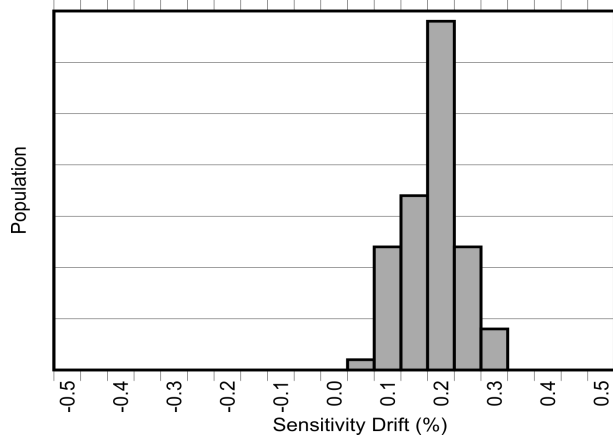
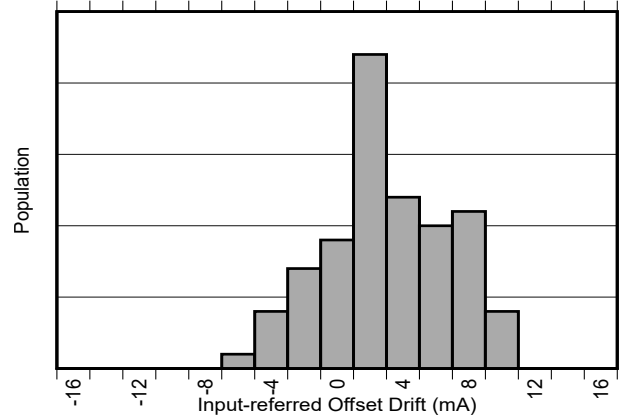

图 8-3. AEC-Q100 高温工作寿命应力测试后的灵敏度误差漂移
图 8-4. AEC-Q100 高温工作寿命应力测试后的以输入为基准的失调漂移
除了较大的热漂移之外，典型的磁性电流传感器由于在器件的寿命内老化，其灵敏度还会出现 2% 到 3% 的额外漂移。TMCS1126 中用于降低温度漂移的相同专有补偿技术也用于大大降低由于应力和环境条件（尤其是在较高的运行温度下）引起的老化而导致的寿命漂移。如 电气特性 所示，TMCS1126 具有行业出色的寿命灵敏度漂移，这是在标准三批 AEC-Q100 认证期间，在 130°C 和 85% 相对湿度 (RH) 下进行高加速应力测试 (HAST) 后实现的。在按照 AEC-Q100 认证规定进行 1000 小时、125°C 高温工作寿命应力测试后，还观察到 电气特性 中规定的界限内的低灵敏度和温漂。这些测试模拟了器件在使用寿命期间的典型运行情况，表明与典型的磁性电流传感器相比，由于老化导致的器件性能变化得到了极大的改善。图 8-3 和图 8-4 展示了在进行 AEC-Q100 规定的 1000 小时、125°C 高温工作寿命应力测试后的灵敏度和失调电压漂移。器件的运行性能在器件的整个生命周期内存在差异。该测试模拟了典型的器件寿命，并表明器件与典型磁传感器相比可能会大幅提高性能。